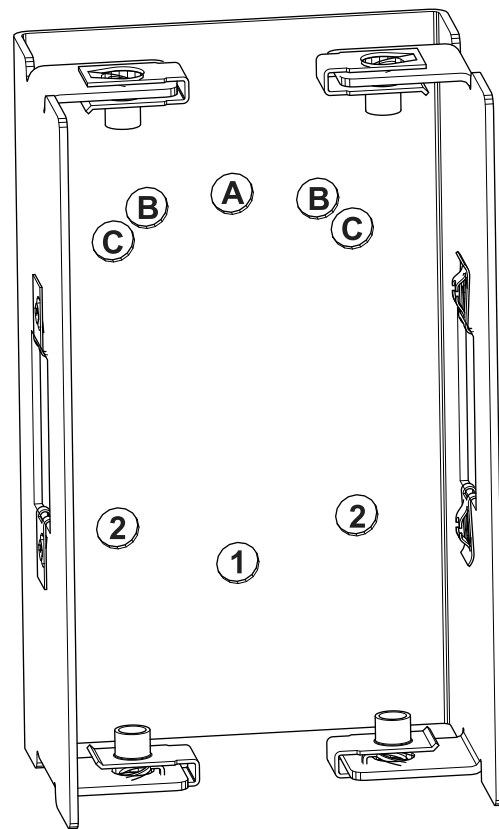

Figura 3
3. Determine los orificios que han de utilizarse para instalar el soporte de montaje en el soporte de la luz. Consulte la tabla siguiente y la Figura 3.
Nota: Hay 2 posiciones que corresponden a B y 2 en la Figura 3. Los orificios correctos dependen de si se instalan las luces en el lado izquierdo o derecho del ROPS. Asegúrese de que las luces están orientadas directamente hacia atrás.
Posición de los orificios a utilizar (Figura 3)	Máquina